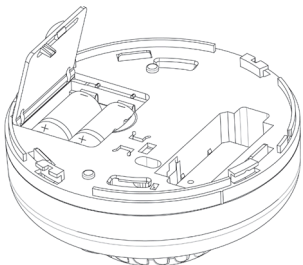

Figure 10 : Remplacement des piles
4. Insérez des piles neuves en respectant les polarités (reportez-vous à la Figure 10), puis refermez le couvercle du compartiment à piles.